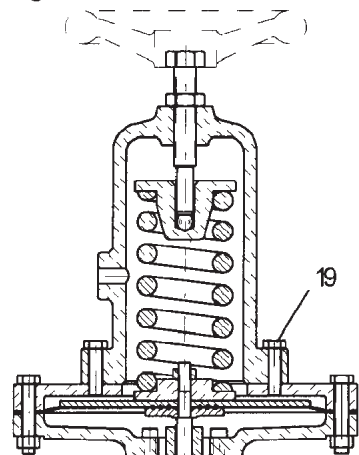

Fig.4
3.2.3 AVVERTENZA/AVVISO SULL'USO DI ATEX: Quando si movimentano/lavora con fluidi innocui (ad es. gas inerti, come azoto, biossido di carbonio e gas nobili) l'astuccio molla non è normalmente ermetico (costruzione ATEX, Gruppo II- Cat.2) e presenta un foro (5) in Fig.6 e 7 che impedisce la pressurizzazione se la membrana si rompe. Se l'astuccio molla è a tenuta ermetica (Fig.4), realizzato in acciaio al carbonio e acciaio inox, il foro (5) nella Fig.6 e 7 è sempre filettato 1/4" NPT e deve essere collegato a un tubo che trasporta lo scarico in un luogo adatto (in modo sicuro e costantemente alla pressione atmosferica).
Rimuovere la compressione della molla svitando la vite di regolazione (in senso antiorario), dopo avere allentato il dado di sicurezza. La posizione del dado di sicurezza deve essere annotata per consentire una regolazione preliminare più vicina al momento del riassetto. Se il regolatore è provvisto di un tappo di tenuta (Fig.4), rimuovere per prima cosa il tappo (30) e la guarnizione.